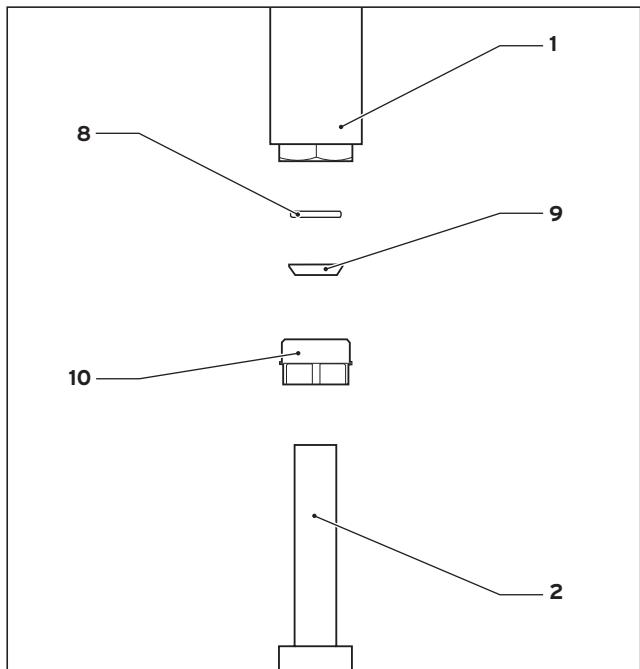

Abb. 3: Montage der Klemmverbindung im Rücklaufrohr
Die Montage der Rohrgruppe ist mit der Anschlussverrohrung 305 950 sowohl parallel (nach hinten) als auch im 90° - Winkel zur Seitenwand des Kessels (quer) möglich. Bei der Montage parallel zur Seitenwand ist das Vorlaufrohr 2 (4) nicht erforderlich (Abb. 3).